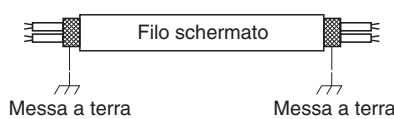

Fig. 4-6
- (5) Usare fili schermati per i collegamenti fra unità (c) e mettere a terra la schermatura su ambedue i lati, altrimenti si avranno errori dovuti a rumore elettrico. (Fig. 4-6)